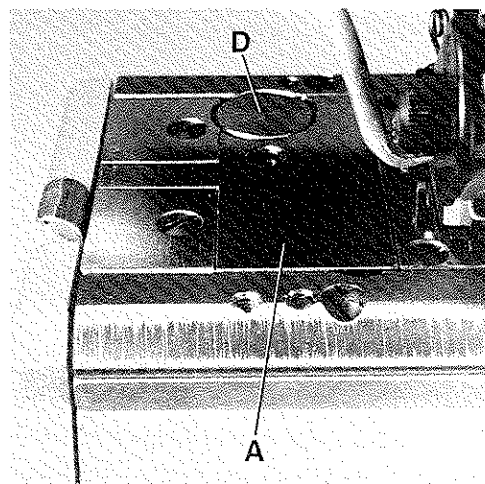
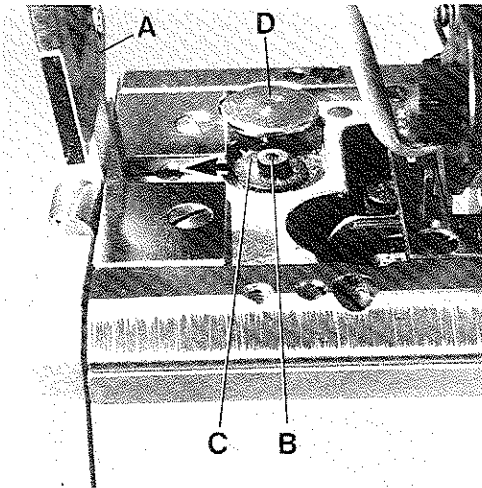
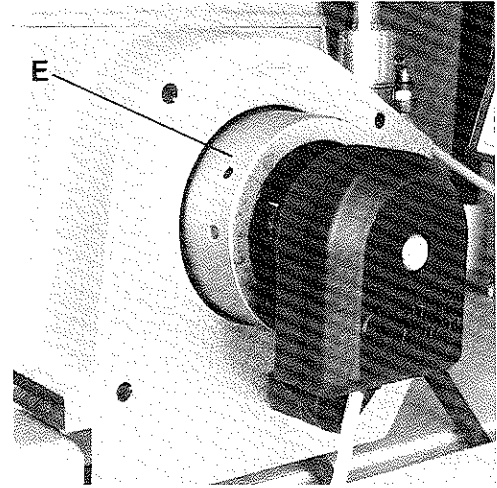

Fig. 26
Fig.27
Fig.28
Before the machine leaves the factory, the stitch length change mechanism is locked. After folding up cover (A, Figs. 26 and 27) and loosening screw (B, Fig. 27) lever (C) can be swung in the direction of the arrow to the left to unlock the stitch length change mechanism. The required hexagon socket wrench is a component of the machine accessories.
Vor dem Versand der Maschine wird die Stichlängenverstellung blockiert. Schwenkt man den Deckel (A, Fig. 26 und 27) nach oben und löst die Schraube (B, Fig. 27), kann der Hebel (C) in Pfeilrichtung nach links geschwenkt werden und die Arretierung der Stichlängenverstellung ist aufgehoben. Der benötigte Sechskantschraubendreher ist im Zubehör der Maschine enthalten.
The stitch length is changed by slightly pressing push button (D, Figs. 26 and 27) and simultaneously rotating pulley (E, Fig. 28). Within one revolution of the pulley push button (D, Fig. 26) engages and the stitch length change starts. Rotating pulley clockwise shortens the stitch, rotating it counter-clockwise increases the stitch. After setting the desired stitch length, the mechanism can be locked again. Remount cover.
Die Stichtlänge wird durch leichtes Drücken auf den Knopf (D, Fig. 26 und 27) und gleichzeitiges Drehen des Handrades (E, Fig. 28) eingestellt. Nach spätestens einer Umdrehung des Handrades rastet der Knopf (D, Fig. 26) ein und die Stichverstellung beginnt. Drehen des Handrades im Uhrzeigersinn verkleinert den Stich, drehen im Gegenuhrzeigersinn vergrößert ihn.